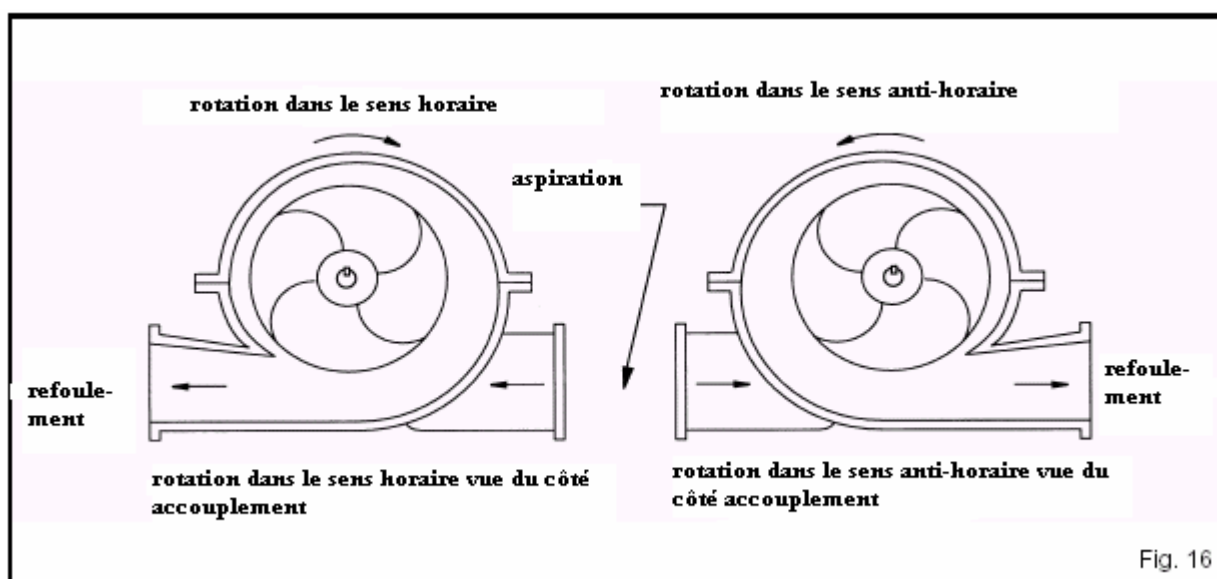

Fig. 16
2. Vérifier l'impulseur (4-002-0) et le corps pour s'assurer de leur positions respectives l'un par rapport à l'autre (Voir fig. 16) et identifier l'impulseur par rapport à l'arbre selon la dimension « A » donnée dans le tableau de la figure 17.